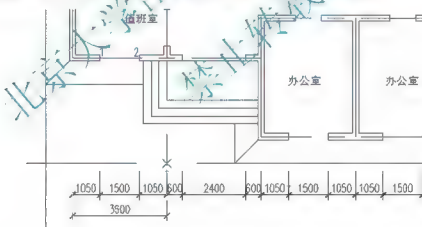

图 3.44 指定第二条尺寸界线原点
② 在指定第二条尺寸界线原点或[放弃(U)/选择(S)] <选择>:提示下,将光标向右上方拖动,捕捉如图 3.44 所示的位置,以指定第二条尺寸界线原点。